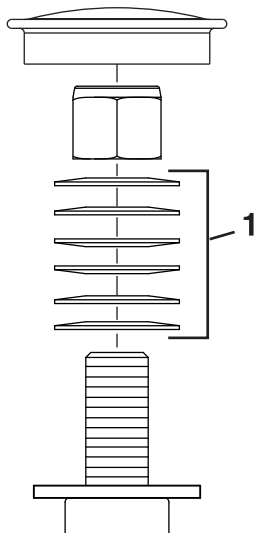

Bild 54
3. Entfernen Sie den Staubdeckel vom Laufrad und ziehen Sie die Sicherungsmutter an (Bild 54).
4. Ziehen Sie die Sicherungsmutter so weit fest, dass die Federscheiben flach liegen und schrauben dann um Viertelumdrehung zurück, um die Lager richtig vorzuspannen (Bild 54).
Wichtig: Achten Sie darauf, dass die Federscheiben richtig eingesetzt sind, siehe Bild 54.
5. Setzen Sie den Staubdeckel auf (Bild 54).